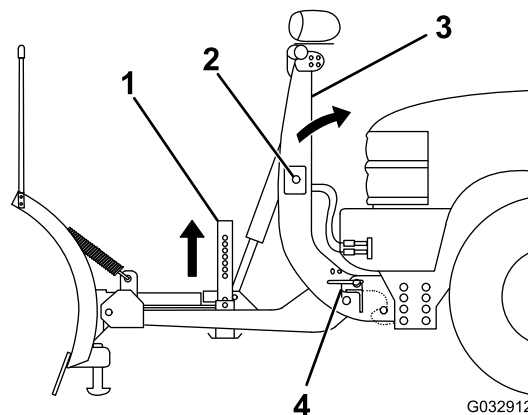

Figure 35
5. Poussez le commutateur SmartHitch2, situé sur le côté de la tour d'accouplement, vers le haut et élevez la tour jusqu'à ce que les goupilles à ressort de l'accouplement s'enclenchent en position (Figure 35).
7. Tirez sur la goupille à ressort de la béquille et relevez la béquille, puis relâchez la goupille pour bloquer la béquille en place (Figure 35).